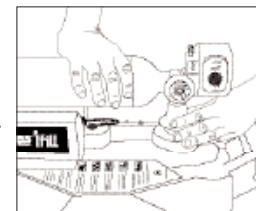

Figure 4
1. Verwijder de volle zuurstoffles door de vulpoortkraag onder de nippelaansluiting van de fles naar beneden te duwen terwijl u met uw andere hand de fles steunt (afbeelding 4).
4. Voer een (1) van de volgende stappen uit: